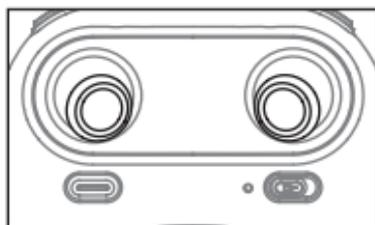

Bild 5
3. Motoren (entsperren) aktivieren: Bewegen Sie den linken und rechten Knüppel gleichzeitig, wie auf Bild 5 gezeigt (45 Grad nach innen), um die Motoren zu starten, und wiederholen diesen Schritt erneut, um die Motoren zu verriegeln.
Hinweis: Jedes Mal, bevor die Drohne abhebt, bewegen Sie den linken und rechten Hebel gleichzeitig, wie auf Bild 5 gezeigt (im 45 Grad Winkel), um die Motoren zu starten. Drücken Sie den linken Hebel langsam nach vorne, um die Drohne zu fliegen, oder drücken Sie den Startknopf nach unten, um abzuheben.
1. Methode 1 (Starten): Um den Motor zu starten bewegen Sie den linken und rechten Hebel, wie auf Bild 5 gezeigt, danach lassen Sie die Hebel wieder los. Dann drücken Sie den linken Hebel nach oben, damit die Drohne auf eine bestimmte Höhe steigen kann. Danach lassen Sie den Hebel wieder los.